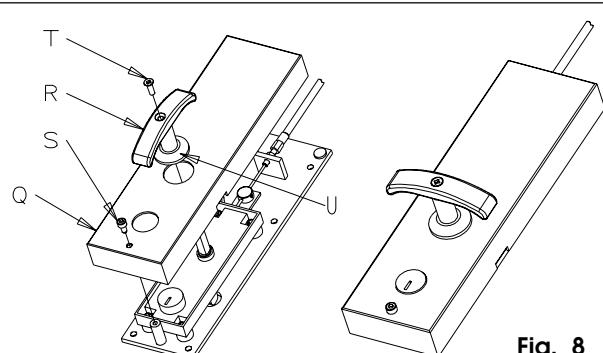

Fig. 8
- 8) Portare la maniglia in posizione di sblocco, ruotandola di 90° in senso orario, e sfilare la maniglia stessa. Posizionare il carter esterno **Q** e fissarlo con la vite **S**. Riposizionare la maniglia **R** con la relativa rondella **U** e fissarla con la vite **T**, Fig.8.
- 8) Take the handle into release position, turning it by 90° clockwise, and remove it. Position the external housing **Q** and secure it with screw **S**. Re-position handle **R** with washer **U** and secure it with screw **T**, Fig.8.
- 8) Amener la poignée en position de déverrouillage, en la tournant de 90° en sens horaire, et retirer la poignée même. Positionner le carter externe **Q** et le fixer avec la vis **S**. Repositionner la poignée **R** avec la rondelle **U** et la fixer avec la vis **T**, Fig.8.
- 8) Coloque la manilla en posición de desbloqueo, girándola 90° en sentido horario, y extraiga la manilla. Coloque el cárter externo **Q** y fíjelo con el tornillo **S**. Coloque de nuevo la manilla **R** con la correspondiente arandela **U** y fíjela con el tornillo **T**, Fig.8.
- 8) Den Griff im Uhrzeigersinn um 90° drehen und auf die Freigabeposition stellen; den Griff herausziehen. Das äußere Gehäuse **Q** aufsetzen und mit Hilfe der Schraube **S** befestigen. Den Griff **R** mit der entsprechenden Unterlegscheibe **U** wieder einsetzen und mit Hilfe der Schraube **T** befestigen, Abb. 8.